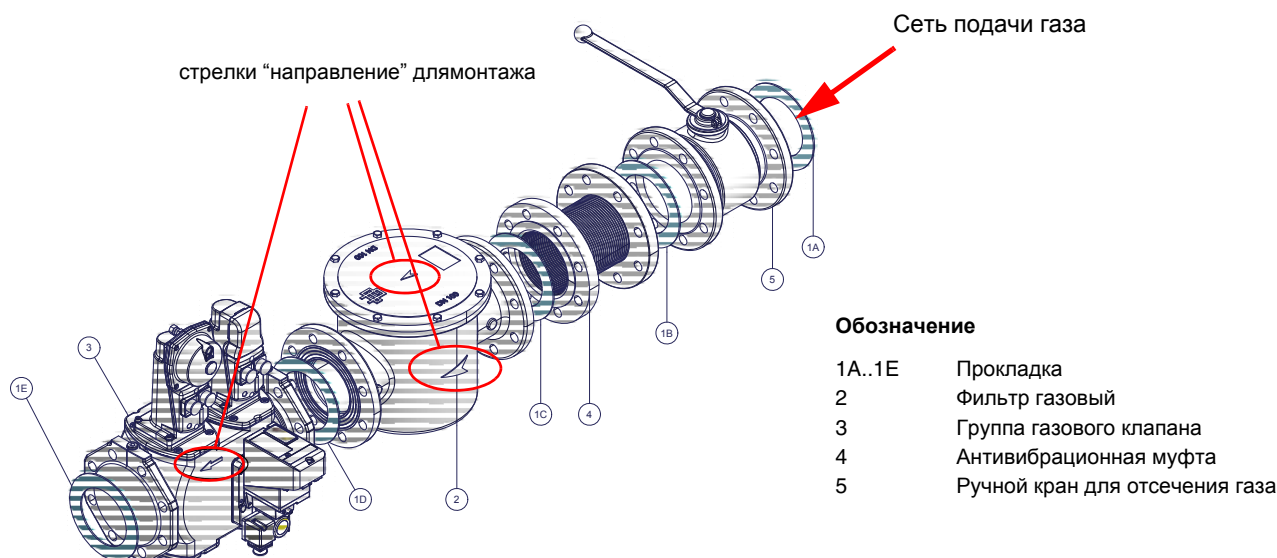

Рис. 5 - Пример газовой рампы
- 1) при фланцевых соединениях: между соседними компонентами устанавливать прокладку (1A..1E - Рис. 5), совместимую с используемым газом,
**ВНИМАНИЕ:** после монтажа газовой рампы согласно схеме на Рис. 5, необходимо провести тестирование на герметичность газового контура, согласно требований действующих нормативов.
**⚠ ВНИМАНИЕ:** после монтажа газовой рамы согласно схеме на Рис. 5, необходимо провести тестирование на герметичность газового контура, согласно требований действующих нормативов.